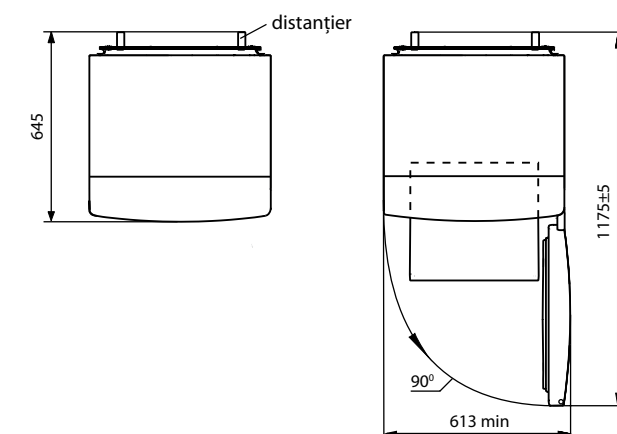

Figura 2 — Frigiderul (vedere de sus)
1.4 Spațiul total necesar pentru funcționarea frigiderului se determină de dimensiunile, indicate în milimetri în figura 2. Pentru extragerea liberă a pieselor de completare din frigider este necesar de deschis ușa la unghiul nu mai mic de 90°.